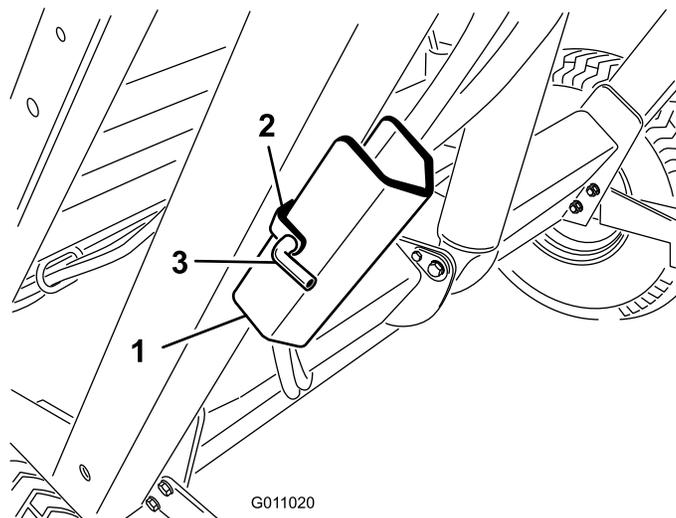

図 25
2. スイーパのフレームについている格納ブラケットに安全サポートを固定しているヘアピンコッターとピンを抜き取る 図 25。安全サポートを外す。